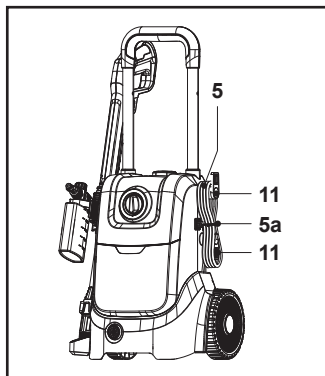

Fig. 21
2. Enrole o cabo de alimentação (5) à volta dos dois suportes do cabo (11) e fixe-o no devido lugar com um grampo do cabo (5a) fornecido (Fig. 21).